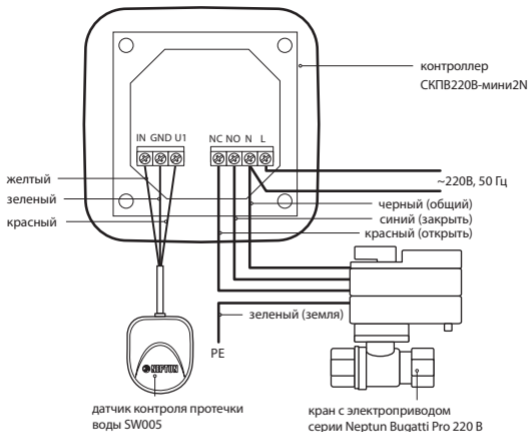

Рис. 2 Схема подключения к контроллеру СКПВ220В-мини2N датчика контроля протечки воды SW005 и шаровых кранов с электроприводом серии Neptun Bugatti Pro 220 B
Контроллер СКПВ220В-мини2N имеет (см. рис. 2):
- Напряжение питания на контроллер должно быть подано из силового шкафа и обязательно через УЗО (30 мА). К контроллеру СКПВ220В-мини2N подвести фазу и ноль согласно схеме подключения (рис. 2).
- выполните соединение проводов в соответствии со схемой на рис. 2;